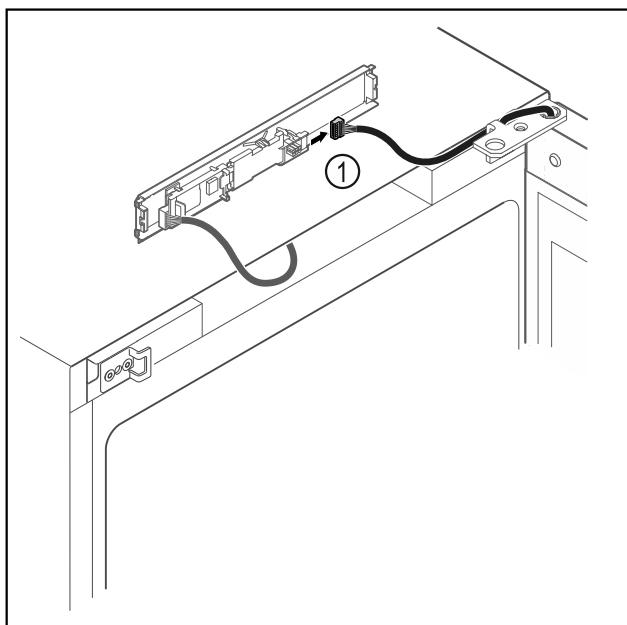

Fig. 16
- Stecker Fig. 16 (1) von Platine abstecken.